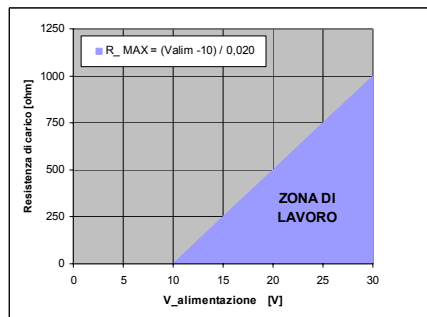

Fig.2
- alimentazione: $10 \div 30$ Vd.c. in funzione alla resistenza di carico (vedere Fig. 2)
- uscita $4 \div 20$ mA su $R_{max} = 0 \div 500\Omega$ in funzione alla tensione di alimentazione (vedere Fig. 2)